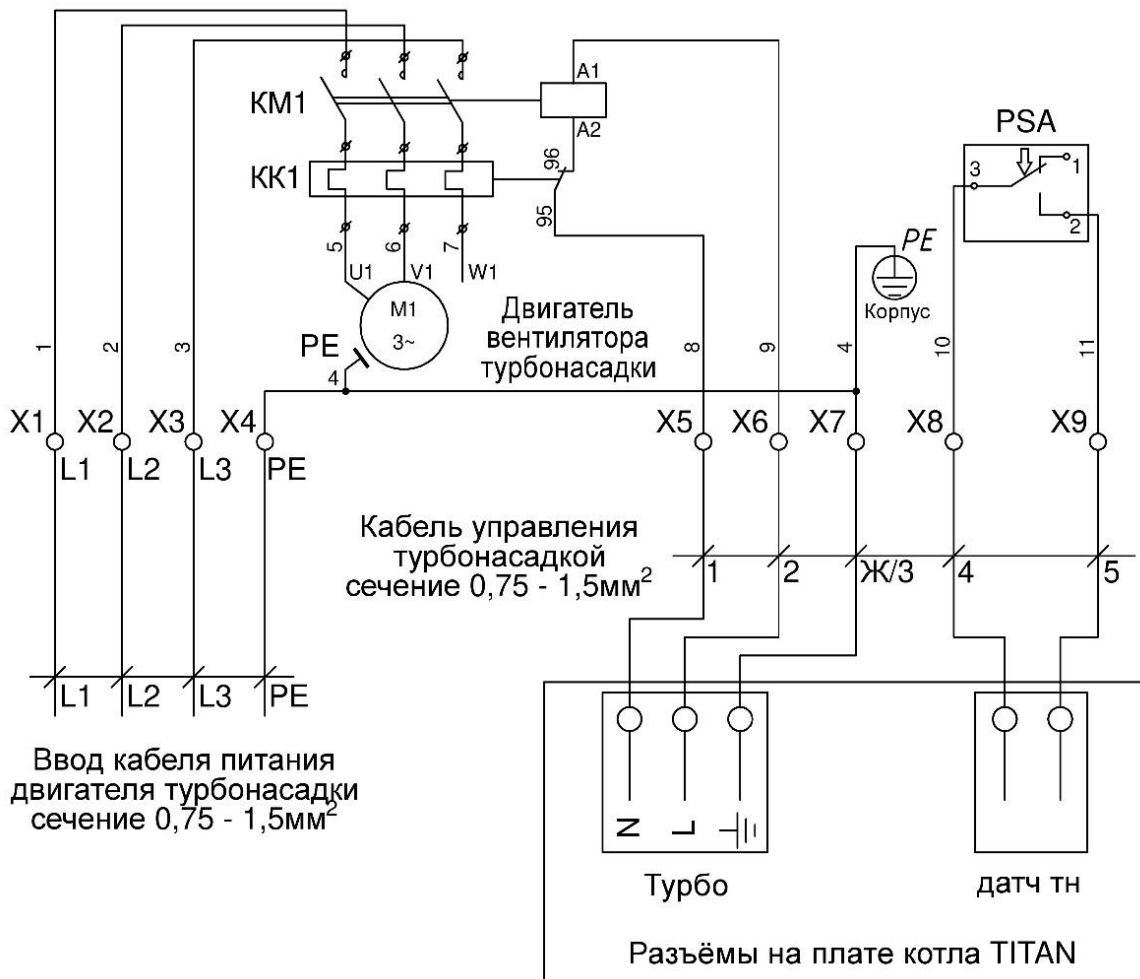

Рисунок 15. Схема электрическая подключения турбонасадки серии TIATRON TurboMax S350 к котлу серии TITAN
- произвести пробный пуск турбонасадки. Для турбонасадки серии TIATRON TurboMax S350 проверить правильность направления вращения вентилятора турбонасадки. Если вращение вентилятора не соответствует направлению, указанному стрелкой на корпусе вентилятора необходимо поменять местами вводные провода питания L1 и L2 (см. Рисунок 15) и повторно проверить направление вращения.